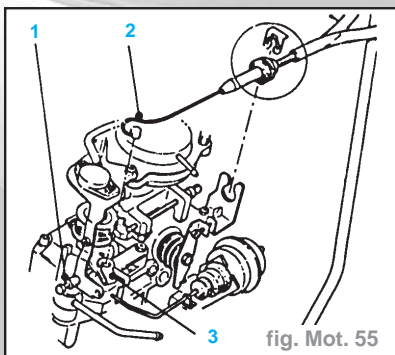

fig. Mot. 55
- Débrancher le câble de commande de régime (2) du levier de commande (3) (fig. Mot. 55).